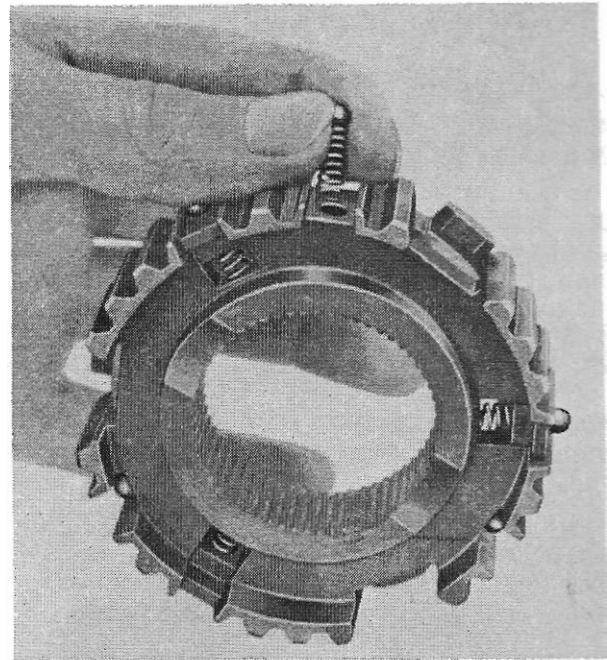
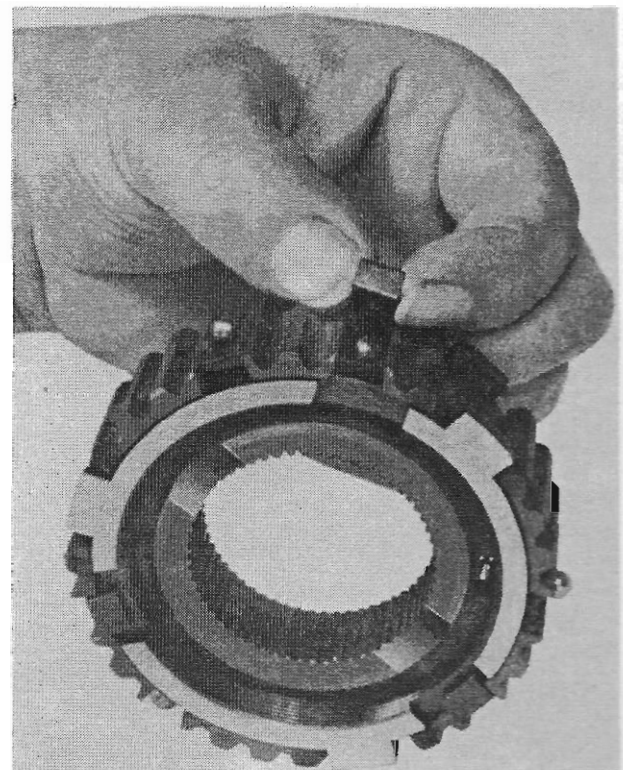

Abb. 28
Abb. 29
zu a): Je 1 Druckfeder (439) und 1 Kugel (404) in die 3 langen Querbohrungen des Synchronkörpers (424) stecken (Abb. 28). Synchronring Rückwärtsgang (423) einlegen und Rückwärtsgang-Raste (438) so auf die Kugel legen, daß deren abgewinkelte Enden in den Aussparungen des Synchronringes stehen (Abb. 29).